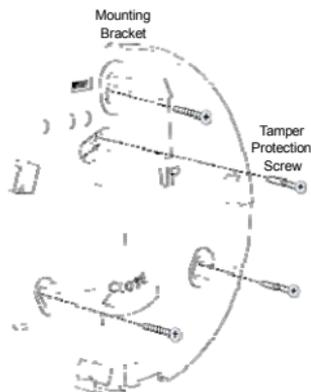

Figure 4: Montageplatte montieren
3. Nutzen Sie die mitgelieferten Schrauben zur Montage (siehe Figure 4).